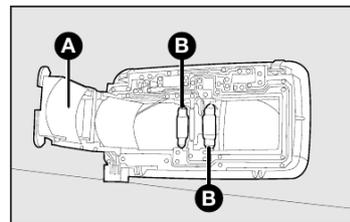

fig. 38
- 4) Retirar a lâmpada queimada **B-fig. 38** e substituí-la;